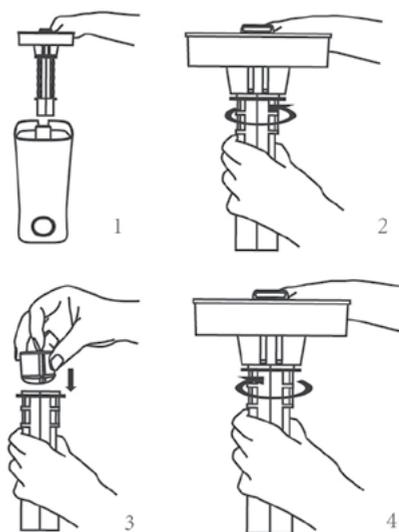

Рис. 4
- Перед началом эксплуатации проверьте, что поплавок находится в корзине. Если поплавок находится в коробке, поместите его в корзину (рис.4).